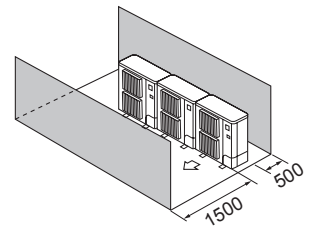

Fig. 2-15
- ④ Esteitä vain edessä ja takana (Fig. 2-15)